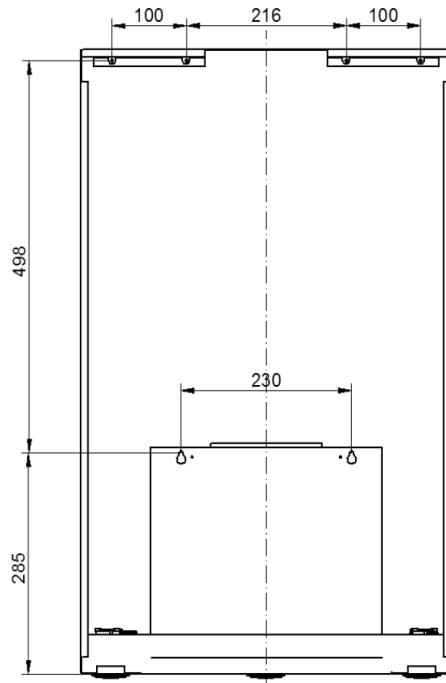

Рис. 9
- Сделайте помеченные на стене отверстия с помощью сверла, соответствующего диаметром прилагаемым дюбелям с шурупами (4) (рис. 5), вбейте дюбеля, а затем привинтите к стене жестяные пластинки (2) для подвески вытяжки. Расстояние между отверстиями (см. рис.9).